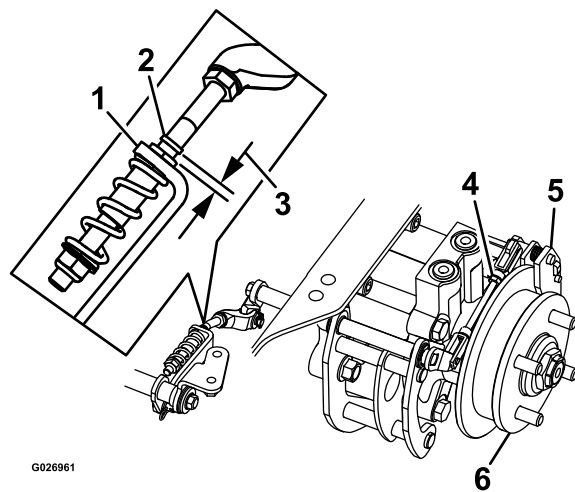

Figura 80
8. Verifique para ver se existe uma folga visível entre o suporte em L e o batente da união (Figura 80).